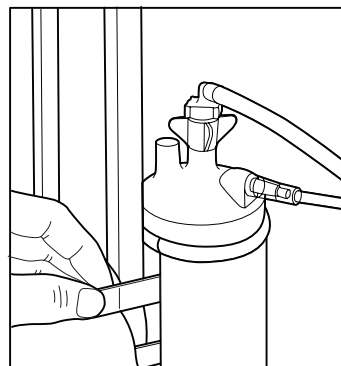

Figure 4
8. Fixez le sac pour accessoires de l'humidificateur au chariot (voir la Figure 4).